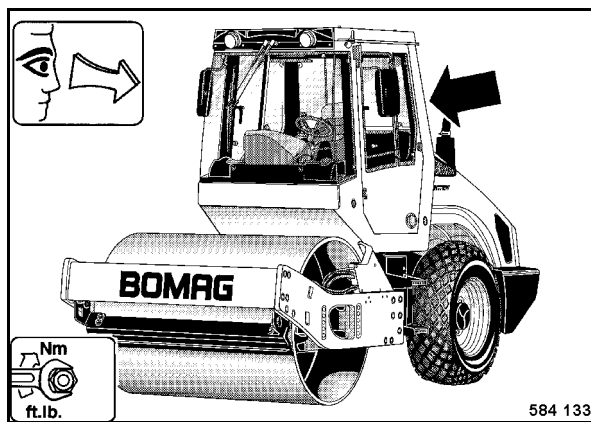

fig. 142
- Vérifier l'état de la cabine et en particulier celui de la structure du ROPS (fig. 142) (fissures, rouille, détériorations) et l'intégralité des pièces de fixation.